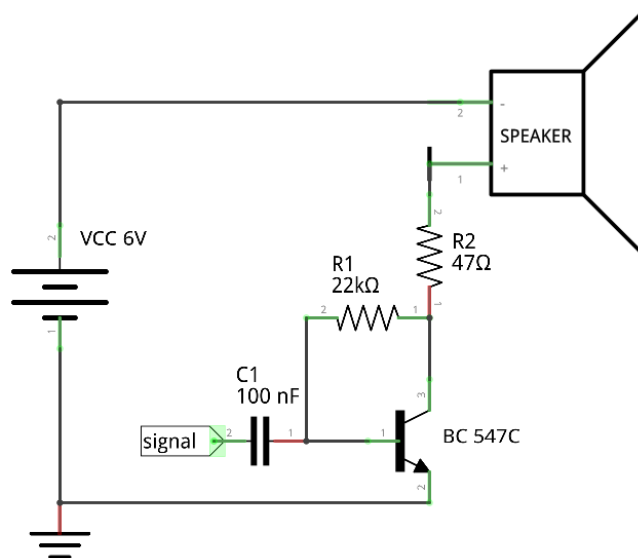

Bild 4.3: Transistorschaltung 03 - Der Bipolar-Transistor als Sensor
- Baue folgende Transistor-Schaltung auf (Abbildung 4.3).